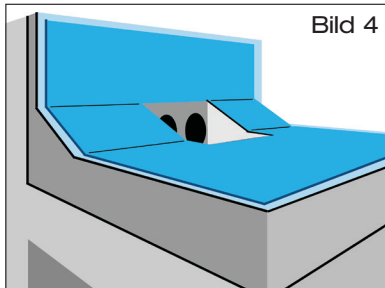

Bild 4
2.4 Anschlussbahn bauseits aus vorhandener Bitumen-Dachdichtungsbahn, Größe: ca. 700 mm x 1000 mm, zuschneiden (Bild 4).